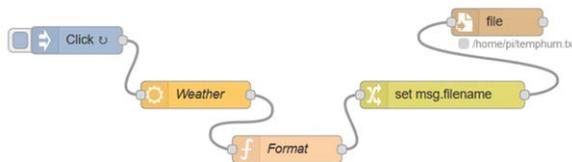

Figure 10.1 Programme de flux du projet
Programme de flux Node-RED : La figure 10.1 montre le programme de flux qui se compose de 5 nœuds : **injecter** noeud qui se répète toutes les minutes, un **openweathermap** noeud qui reçoit le bulletin météo local, un **fonction** noeud qui formate les données, un **changement** noeud qui spécifie le nom du fichier, et une **fichier** noeud qui stocke (ajoute) les données dans le fichier spécifié.
- Rejoindre tous les nœuds comme indiqué dans la figure 10.1, et cliquez sur **Déployer**.